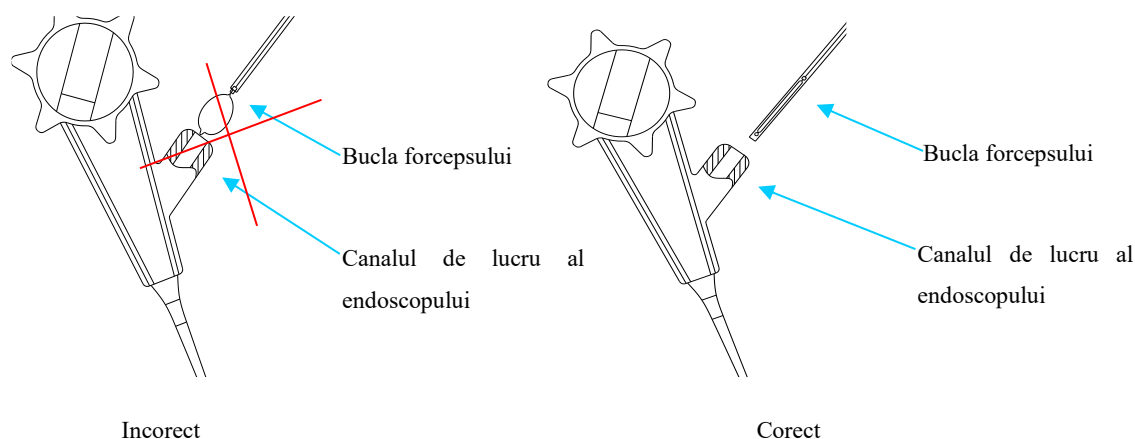
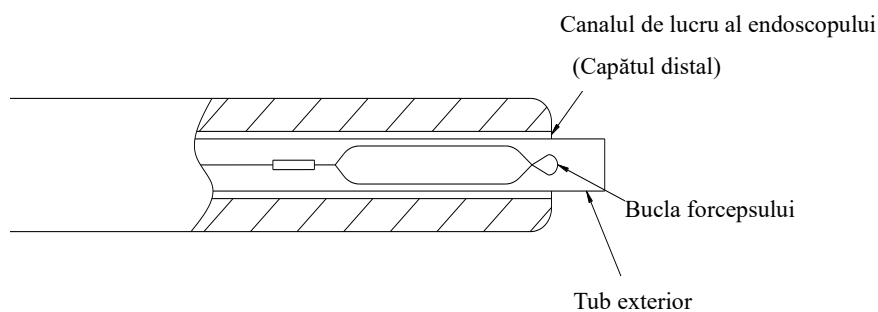

Figura 2
Figura 3
2. Acționați mânerul forcepsului pentru a trage bucla în interiorul tubului exterior (așa cum se prezintă în figura 2). Forcepsul este introdus în tractul digestiv prin intermediul găurii canalului endoscopic. Asigurați-vă sub monitorizare endoscopică că tubul exterior iese din capătul distal al canalului endoscopic (așa cum se prezintă în figura 3):